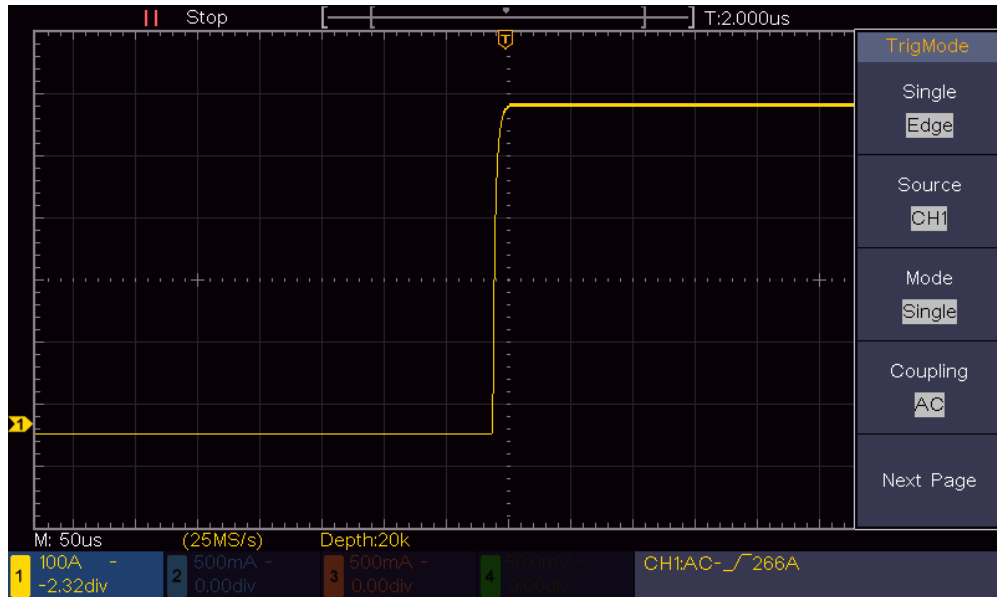

Figure 6-3 非周期的な信号の観測
- (4) **垂直軸Scaleノブ**と**水平軸Scaleノブ**を操作して信号の概要が観測できるようにスケールを調整します。
- (5) **Acquire**を押してアキュイジション・メニューを開きます。
- (6) 右メニューで**Acqu Mode**に **Peak Detect** を選択します。
- (7) **トリガMenu**を押してトリガ・メニューを開きます。
- (8) 右メニューで**Single**に **Edge** を選択します。
- (9) 右メニューで**Source**に **CH1** を選択します。
- (10) 右メニューで**Mode**に **Single** を選択します。
- (11) 右メニューで**Coupling**に **DC** を選択します。
- (12) 右メニューで**Next Page**を押して、**Slope**に （立ち上がり）を選択します。
- (13) **トリガ・レベル・ノブ**を回して、トリガ・レベルを信号のおおよそ50%のレベルに調整します。
- (14) 画面上部のトリガ状態表示を確認し、Readyでない場合は、**Run/Stop**ボタンを押して波形取り込みを開始し、トリガが発生するのを待ちます。信号が設定されたトリガ・レベルに達すると、1つの波形が取り込まれて画面に表示されます。この手法で、ランダムなパルスを簡単に取り込むことができます。例えば、高振幅のバースト・ノイズを見つけた場合は、トリガ・レベルを平均信号レベルよりも高い値に設定し、**Run/Stop**ボタンを押してトリガを待ちます。ノイズが発生すると、波形を取り込みます。**水平軸Positionノブ**を回すと、水平トリガ・ポジションを左右に調整することができ、ノイズが発生する前あるいは後の波形を簡単に観察できます。（Figure 6-3）
- (15) トリガ条件を見つけたことができれば、トリガ・モードをNormalに設定すれば、トリガ条件を満たす場合のみ波形を連続して取り込み、Singleに設定すれば、トリガ条件を満たした後に1つの波形を取り込んで波形取り込みを停止します。